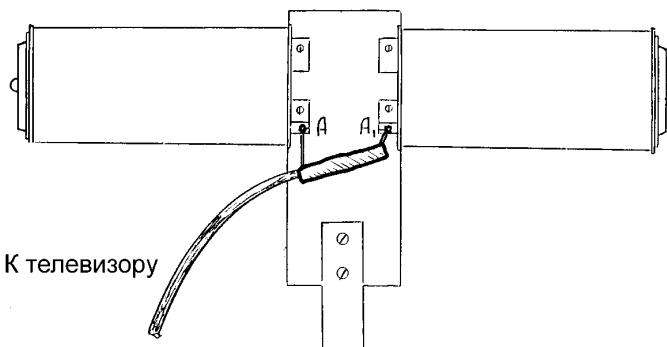

Рис.2
5. Центральную жилу загибаем и подпаиваем к петле. ССУ1 готово к подключению к антенне в точках АА₁ (рис.2).
8. Закрепляем намотку скотчем (изолентой). ССУ2 готово для подключения к антенне в точках АА1 (рис.2).